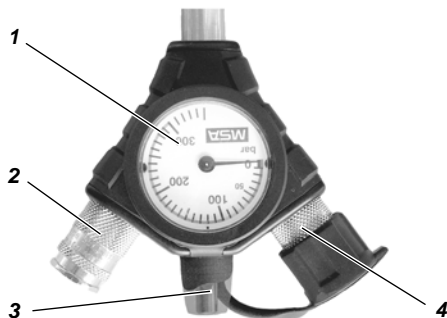

Fig. 3 Combo trykkluftmåler
Combo trykkluftmåler (se Fig. 3) er festet ved enden av flerkanalsslangen. Den består av selve trykkluftmåleren (1), koblingen for den lungeregulerte ventilen (2) såvel som utstyret for akustisk signalgiving (3) (signalflyte). Måleren starter et kontinuerlig advarselssignal når luftbeholderens trykk faller under 55 ± 5 bar. Reservekoblingen (4) brukes for å koble til en ekstra lungeregulert ventil (dvs. reserveutstyr).